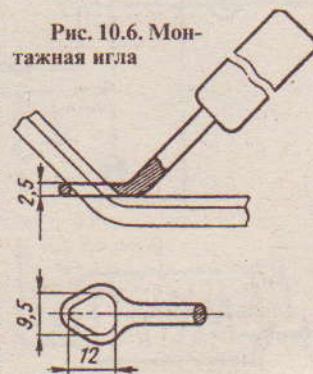

Рис. 10.6. Монтажная игла
- ✓ прижать стекло к каркасу, чтобы стекло и уплотнитель окончательно вошли в проем каркаса. В уплотнитель изнутри кузова заправить предварительно смазанный глицерином вкладыш, постепенно расширяя паз для него деревянной лопаткой. Для установки вкладыша можно использовать монтажную иглу (рис. 10.6).